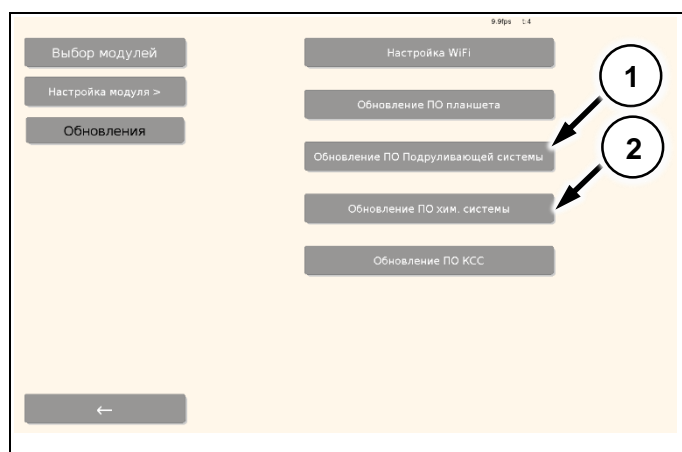

Рис. 17
<p>После обновления планшета необходимо обновить ПО контроллеров: контроллер руления (Поз. 1); контроллер орудия (Поз. 2). Для этого нажмите на соответствующую кнопку (Рис. 17).</p>
1. Выбираем «**Обновление ПО Подруливающей системы**» (Поз. 1) (Рис. 17) **Контроллер руления.**
1. Выбираем «**Обновление ПО хим системы**» (Поз. 2) (Рис. 17) **Контроллер орудия.**